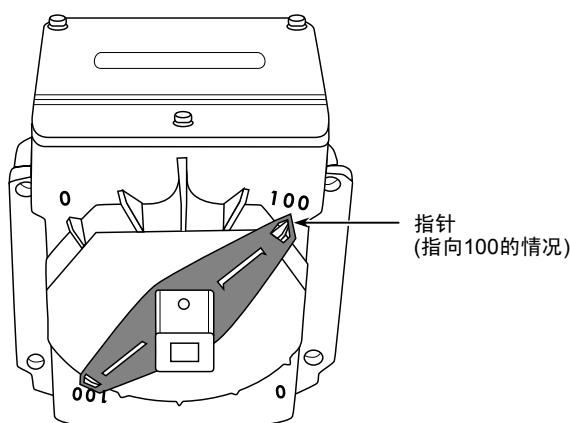

图8 执行器全开时的指针位置
- (3) 与阀门相同,请确认执行器开度处于全开(100%)。(出厂时被设定为全开位置。)如图8所示,可通过执行器底部的指针确认开度。在将执行器调整到全开位置的情况下,请参照专用执行器规格使用说明书(AI-6829C)的[手动开/关的方法]章节。